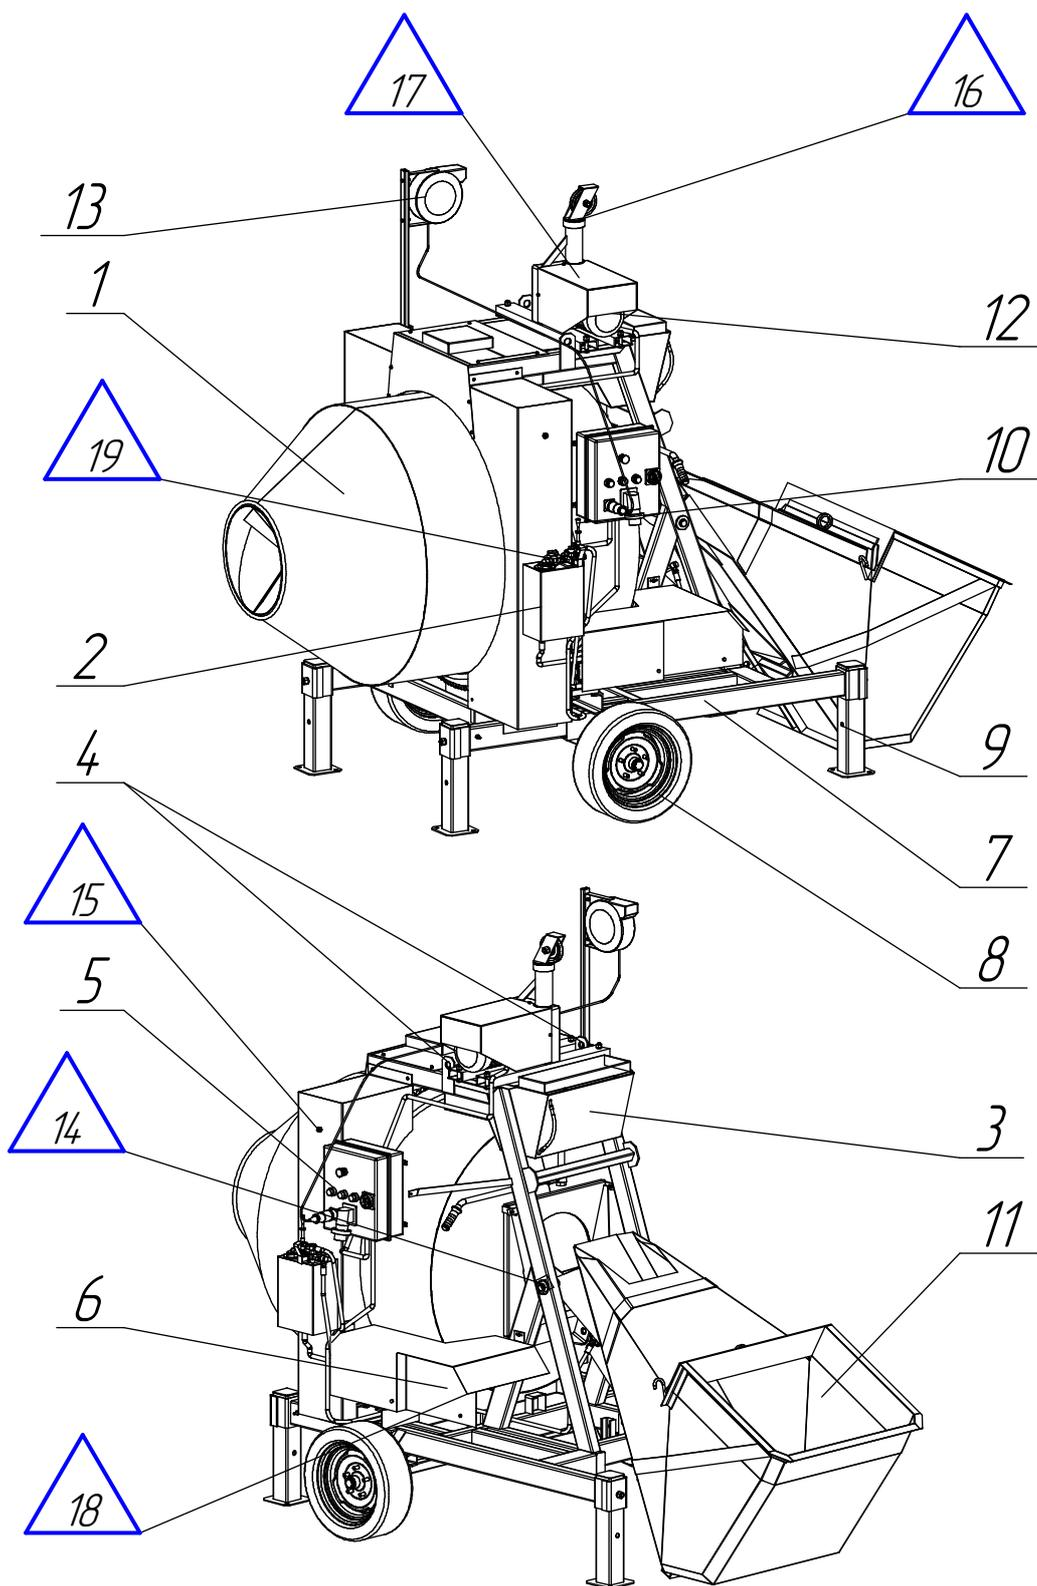

Рис.1 Внешний вид бетоносмесителя.
7.2 Установить привод лебедки поз.12 рис.1.
7.3 Установить натяжной барабан с электрическим кабелем поз.13 рис.1.
При погрузке бетоносмесителя краном, используются отверстия в верхней части стоек см.рис.1, обозначенные знаком «Место строповки»